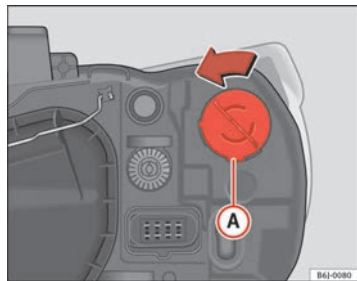

Fig. 141 Luz intermitente faro simple
- Gire el portalámparas ⇒ fig. 141 A a la izquierda y tirar.